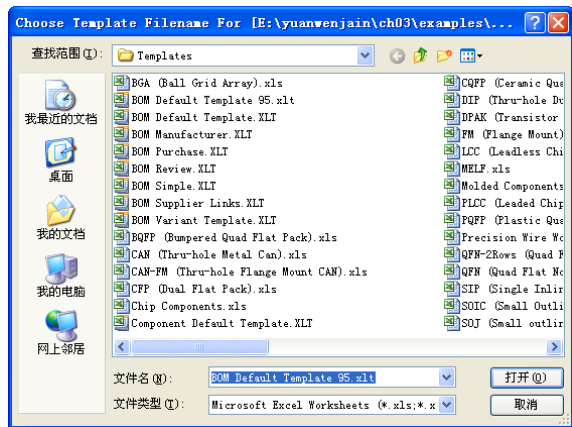

图 4-21 选择元件报表模板
Step3 在元件报表对话框中，单击按钮，在“X:\Program Files\AD 13\Template”目录下，选择系统自带的元件报表模板文件“BOM Default Template.XLT”，如图 4-21 所示。